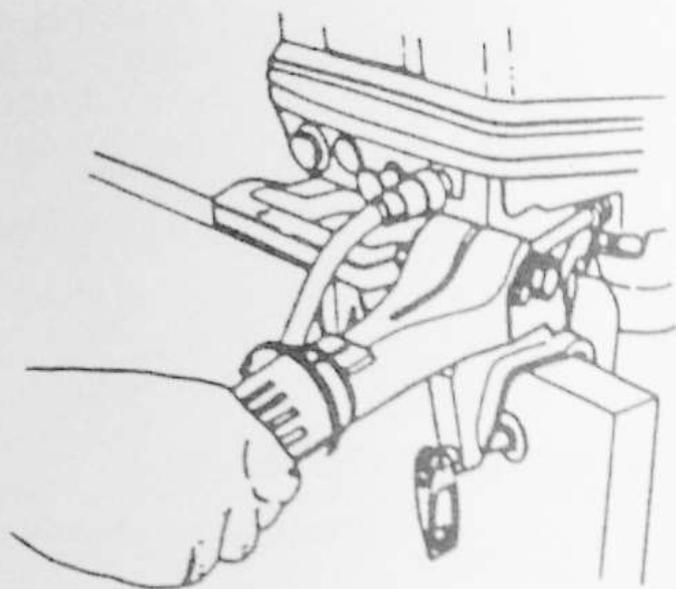

Fig. 4
- Mettre le repère de la poignée tournante sur la position "START". (Fig. 4).